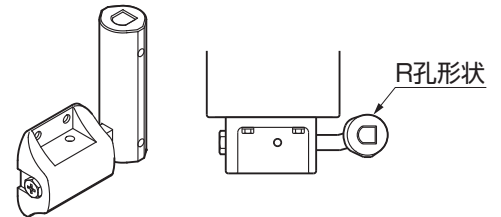

図4-4 ジョイント取付け詳細
- ③持送りとジョイントとのスリ割りを合わせ、図4-4のように奥まで差込んでください。
- ④ジョイントのR孔形状が調整金具側に向いていることを確認してください。また、調整金具(下)(抜け止め付)が柱上側に付いていることを確認ください。